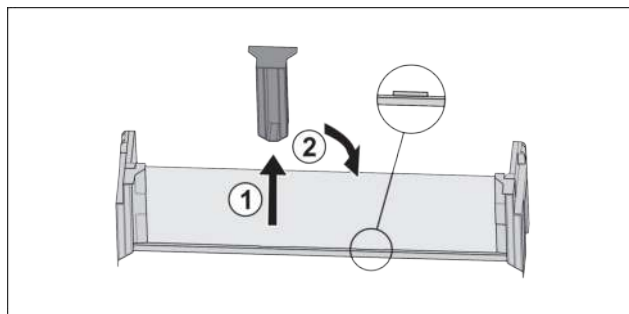

Fig. 85
- Mittleres Halteteil abziehen Fig. 85 (1).
- Mittleres Halteteil auf zweiter Position einsetzen Fig. 85 (2).